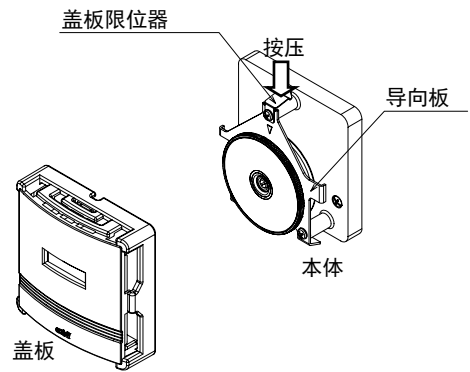

图3 盖板的装卸
- 握住本体时,请勿握住度盘旋钮、而是握住导向板(参考图3)。否则会引起故障。